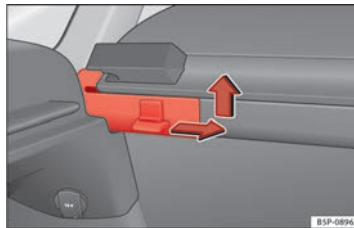

Abb. 120 Ausbau der Ablage.
- Drücken Sie den seitlichen Stift in Pfeilrichtung, heben Sie die Ablage an und nehmen Sie sie ab ⇒ Abb. 120.